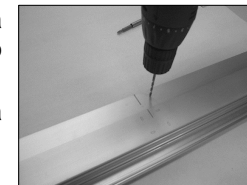

Fig. 5
- E. Forare con apposita punta da trapano e montare la staffa anteriore assicurandosi di serrare bene le viti (Fig. 5 e Fig. 5bis).
Fig. 5 bis